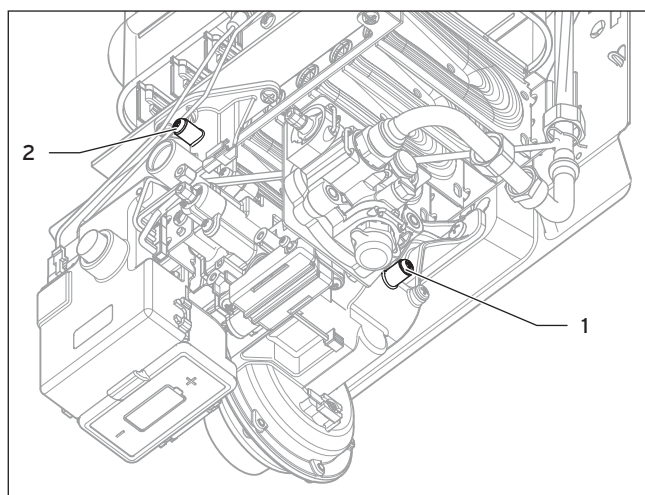

Fig. 5.4 Bocal de medição da pressão do queimador
- ▶ Retire o tampão roscado do bocal de medição da pressão do queimador (2), consulte a Fig. 5.4.